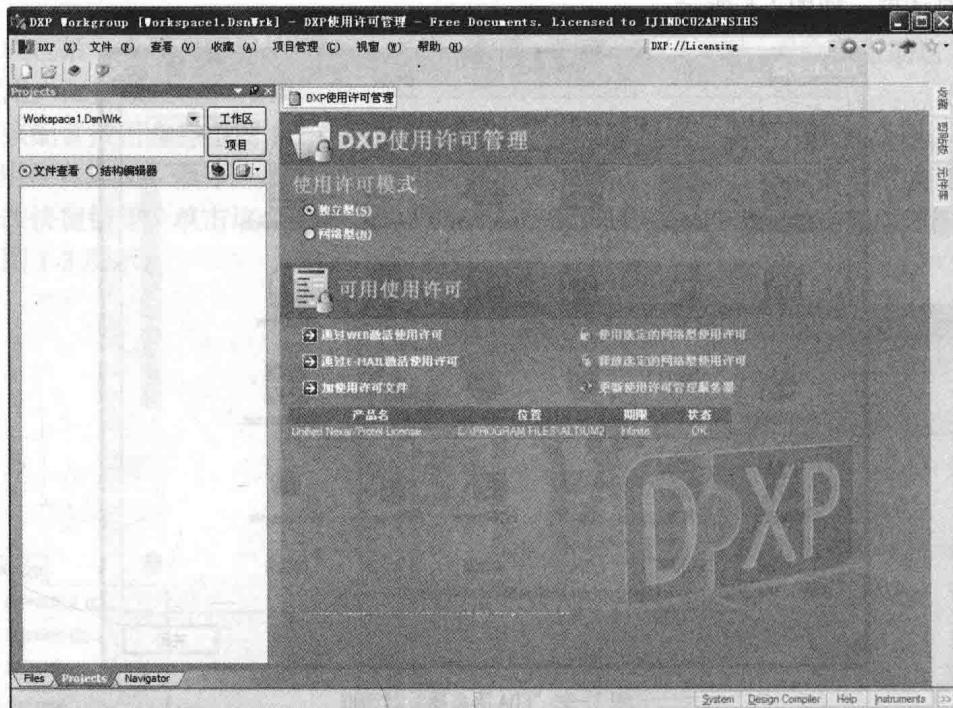

图 1-7 许可证加载状态
- “使用许可管理”命令：用于显示许可证文件的加载状态，如图 1-7 所示。